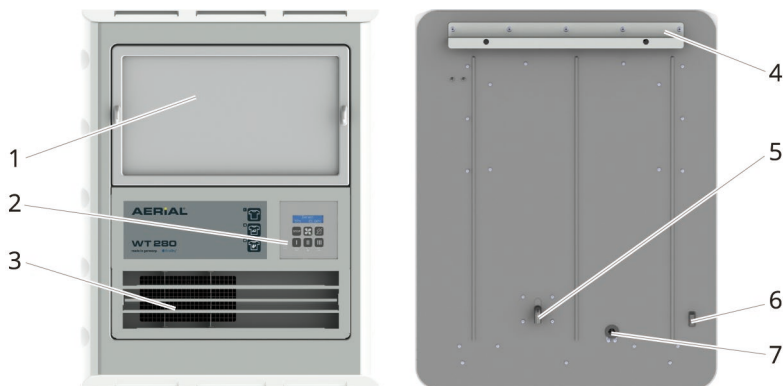

Abb. 1: Übersicht Serie AERIAL WT
2. Heben Sie den Raumluf-Wäschetrockner von oben so in die Wandschiene, dass die Befestigungsschiene an der Rückseite (Seite 9, Abb. 1, Pos. 4) in der Wandschiene hängt.